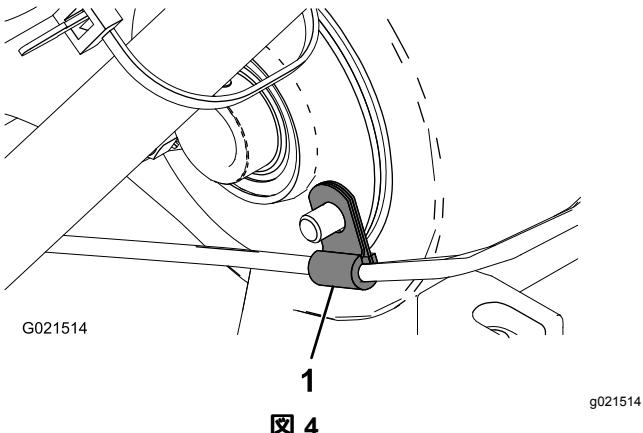

図 4
20. 古いスロットルケーブルのクリップを利用して、新しいスロットルケーブルをデファレンシャルハウジングの後部に取り付ける図 4。